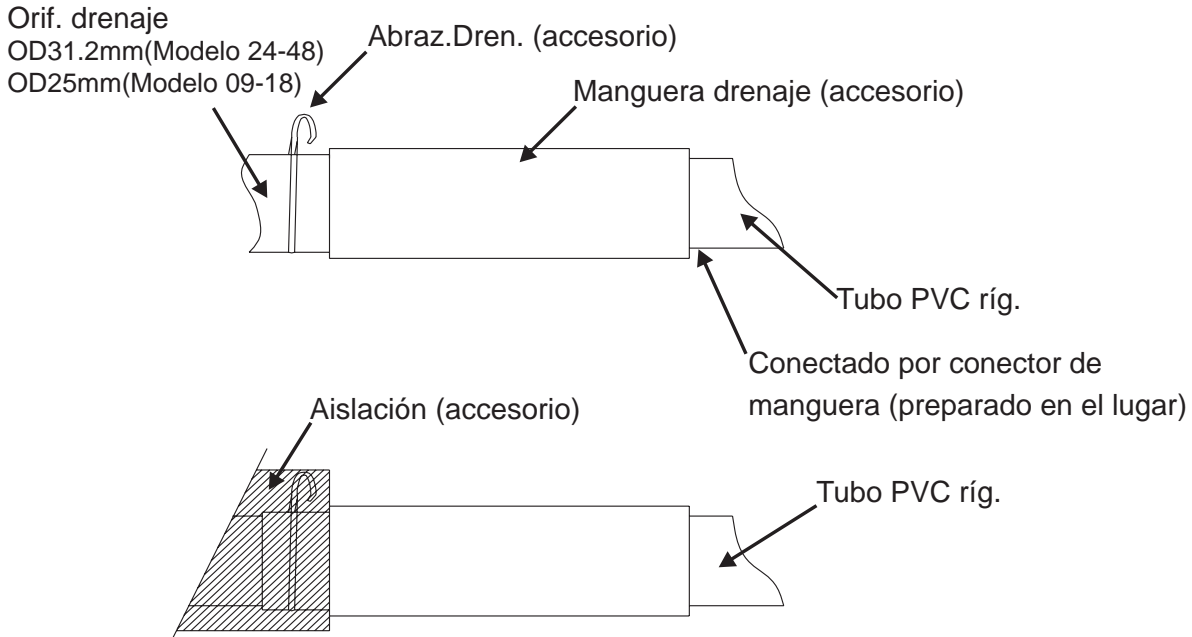

Fig.12
3. Inserte la manguera de drenaje hasta conectar correctamente a la abertura de drenaje, y luego fíjela firmemente con la abrazadera (preparado en el lugar).(Fig. 12).
4. Después de verificar el drenaje, envuelva la manguera con la aislación y abrazaderas (preparado en el lugar). ( Fig.12)